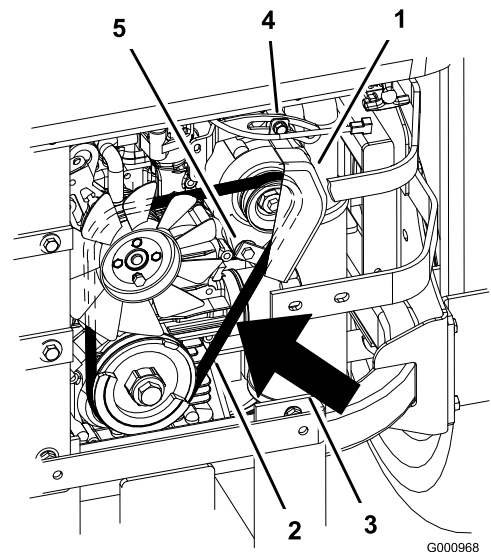

Bild 68
- Lösen Sie die untere Schraube und nehmen Sie die obere Schraube ab, mit denen die Lichtmaschine und die Abdeckung befestigt sind (Bild 68).
- Montieren Sie einen neuen Riemen um die Spannscheiben und die Lichtmaschine (Bild 68).
- Ziehen Sie die untere Schraube fest und setzen Sie die obere Schraube ein, mit denen die Lichtmaschine und die Abdeckung befestigt sind (Bild 68).
- Stellen Sie die Lichtmaschine nach außen ein, sodass der Riemen zwischen den Motor- und Lichtmaschinenspannscheiben 7 bis 9 mm durchhängt, und Sie eine Kraft von 10 kgf aufbringen (Bild 68).
- Wenn die Spannung richtig ist, ziehen Sie die untere und obere Schraube fest (Bild 68).